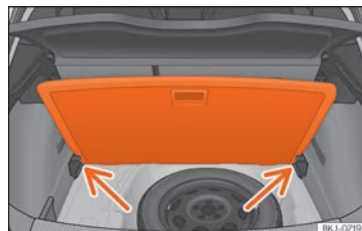

Fig. 167 Piano variabile del bagagliaio: posizione inclinata.
- Con il piano variabile in posizione elevata, sollevarlo con la maniglia ①, tirarlo e spingere verso lo schienale dei sedili posteriori finché il piano non si piega sulla linea della cerniera e la parte mobile del piano non si appoggia sullo stesso.
- Appoggiare il piano sugli appositi alloggiamenti »» **fig. 167** (freccie).